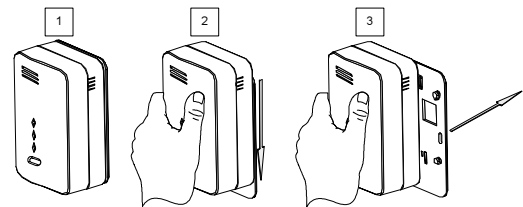

Fig. 2
1. Remova o suporte da unidade de acordo com a Fig. 2.